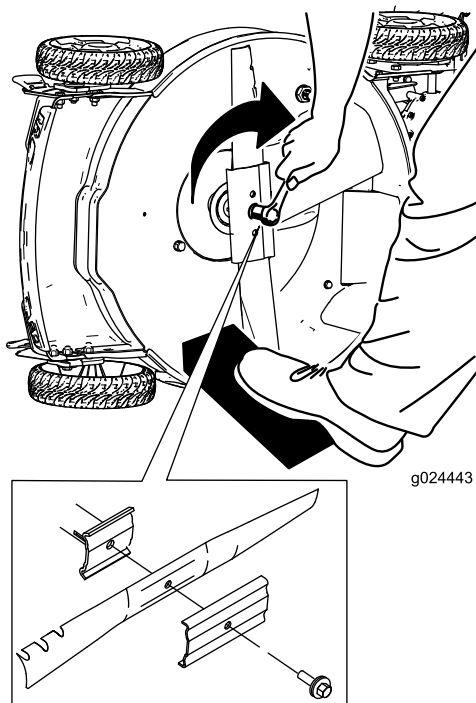

Figura 30
5. Instale la cuchilla nueva girando el perno de la cuchilla en sentido horario (Figura 30).